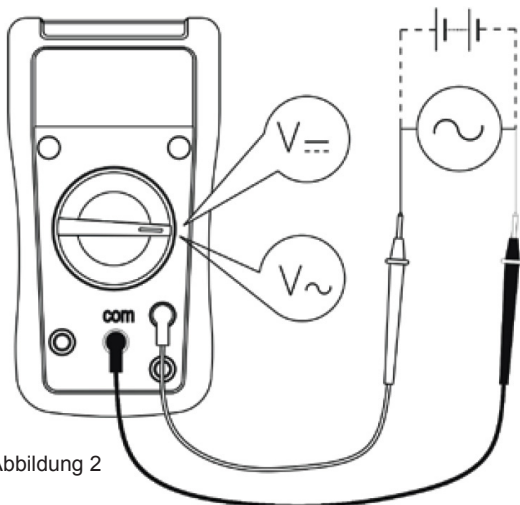

Abbildung 2
I. DC oder AC Spannungsmessungen (siehe Abbildung 2)